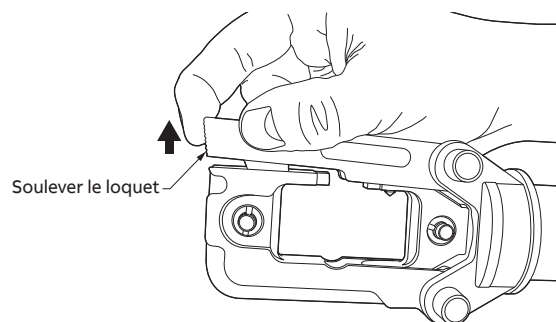

FIGURE 1
2. Ouvrez la tête de l'outil en soulevant le loquet (voir la figure 1).